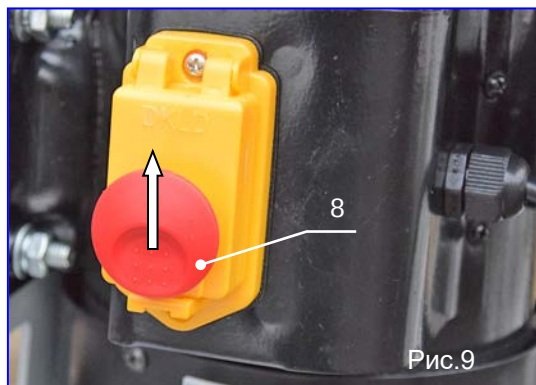

Рис.9
- Нажмите на красную кнопку (поз.8, рис.9) крышки выключателя в направлении стрелки и откиньте крышку выключателя.